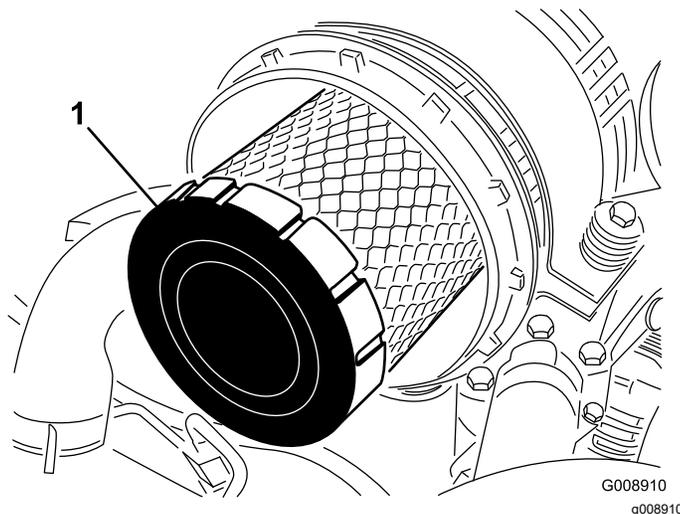

Bild 58
4. Entfernen und wechseln Sie den Hauptfilter aus (Bild 58).